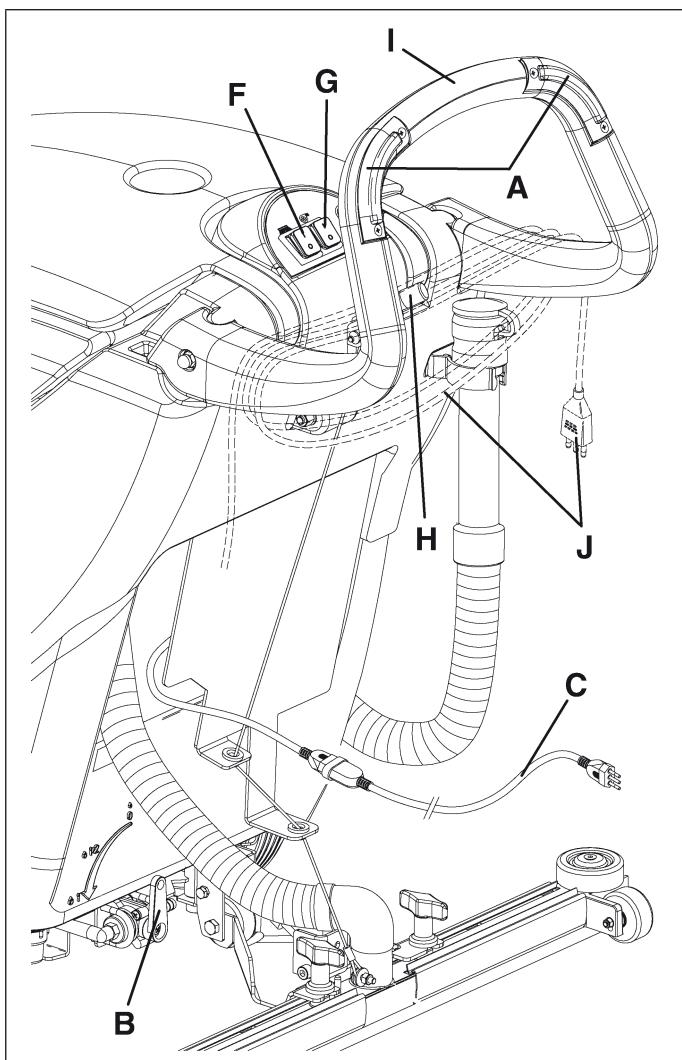

Figure 10
2. Teniendo ambas las manos sobre el manillar (I, Fig. 10), maniobrar la máquina y empezar el trabajo de lavado/secamiento del suelo.
del cepillo soltando los interruptores (A, Fig. 10).*
rotación soltando los interruptores (A, Fig. 10).*
3. Si necesario, cambiar la cantidad de solución detergente que llega al cepillo/filtro mediante la palanca (B, Fig. 10).
1. Poner los interruptores de rotación del cepillo y de aspiración (F y G, Fig. 10) en posición "0".
2. Desconectar el enchufe del cable de alimentación (C, Fig. 10) de la red eléctrica. Envolver el cable de alimentación alrededor del manillar, en posición (J).
3. Levantar la boquilla girando completamente la palanca (H, Fig. 10) hacia arriba.